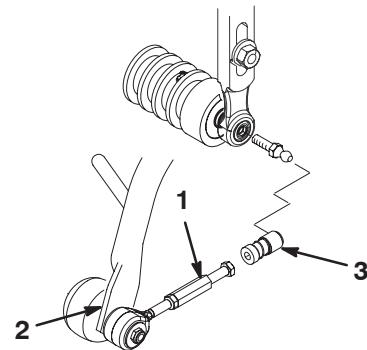

Figure 18
7. Repoussez le manchon sur chaque douille de rotule et accrochez la douille sur la rotule de l'unité de coupe (Fig. 18).